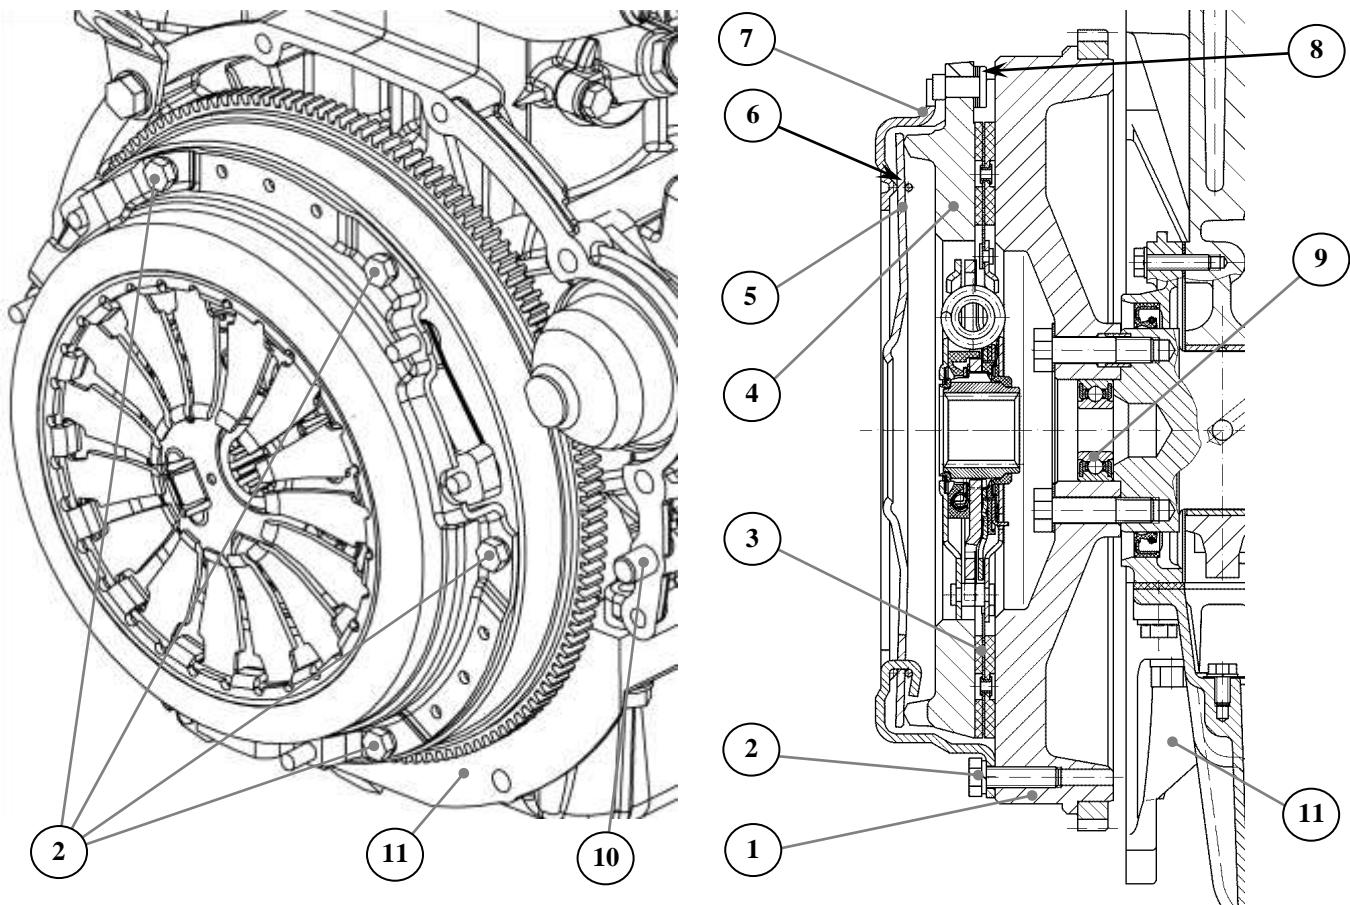
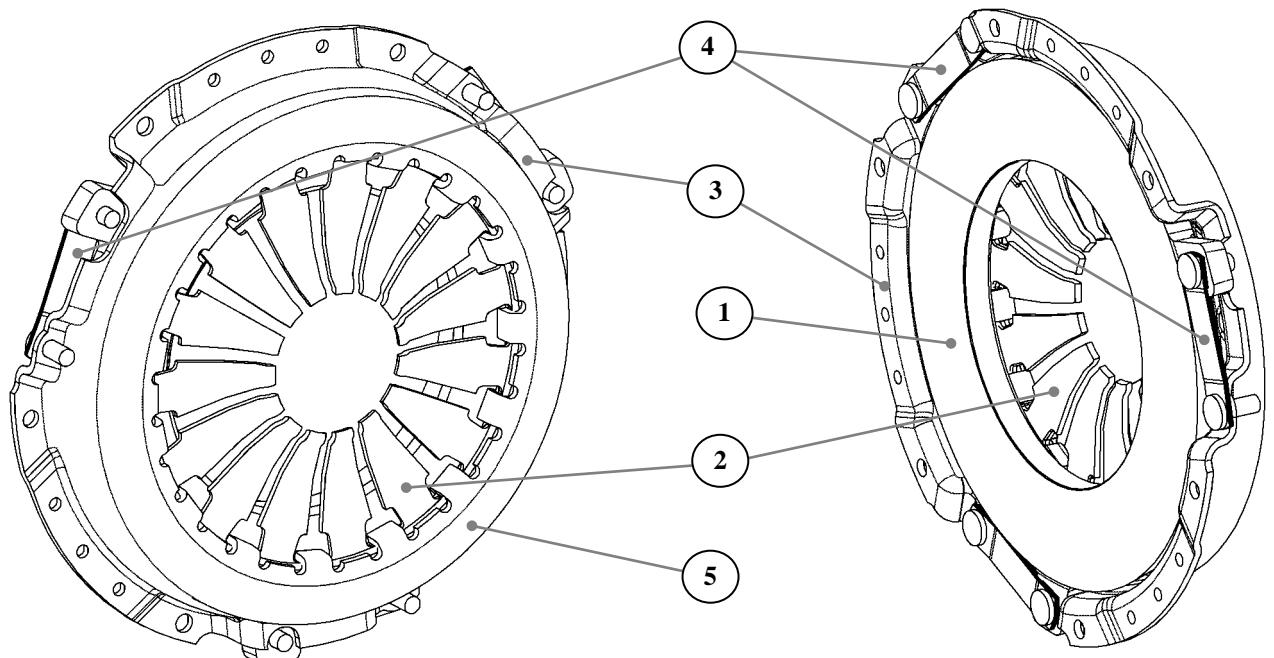

Рис.79. Сцепление в сборе:
Рис. 80. Нажимной диск сцепления. Общий вид.
**Сцепление** (рис. 79) - сухое, однодисковое, с диафрагменной нажимной пружиной, состоит из нажимного и ведомого дисков.
**Нажимной диск в сборе** (рис. 79 и рис. 80) состоит из кожуха, диафрагменной нажимной пружины, нажимного диска и пластиначатых пружин.